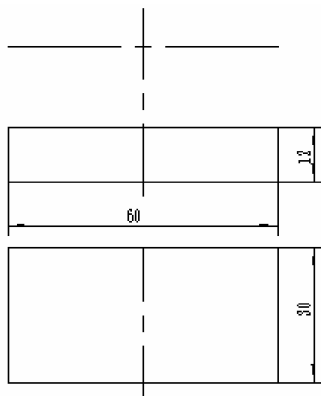

图 6-25 绘制中心线
① 选择【工具】主菜单中的【捕捉设置】命令，弹出【捕捉设置】对话框，设置为【导航】，单击【确定】按钮。
② 使用〈F6〉键可以交替切换自由捕捉、智能捕捉、栅格捕捉和导航捕捉。
③ 在屏幕右下角有点捕捉状态设置区，从中选择【导航】选项。
2) 设置中心线层为当前层，使用【直线】命令绘制全部中心线，如图 6-25 所示。